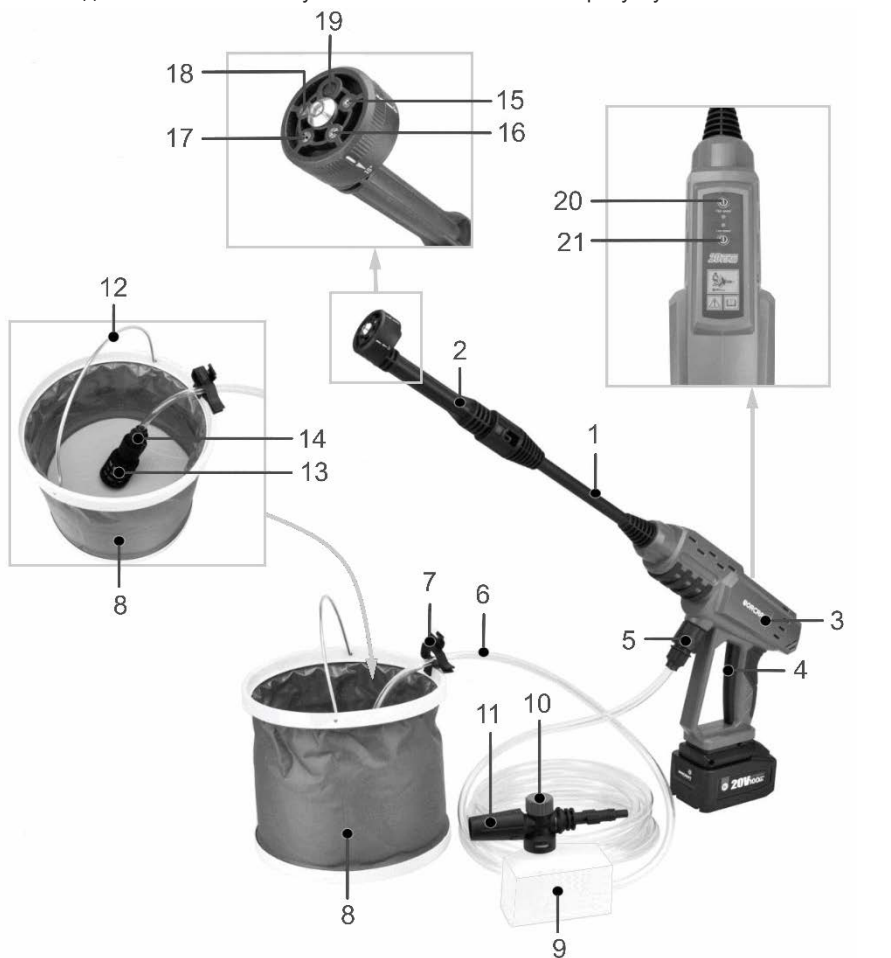

Рисунок 1
Для багатоструменевої насадки (2, рисунок 1) є два способи під'єднання. Перший спосіб полягає в тому, щоб трубку з насадкою монтувати безпосередньо на корпусі (пістолеті) мийки (3, рисунок 1), другий спосіб – на корпус монтувати подовжувальну трубку (1, рисунок 1), а до неї трубку з насадкою. В обох способах для монтажу вирівняйте виступи на подовжувальній трубці (або трубці струменевої насадки) з пазами на пістолеті (подовжувальній трубці) та з осьовим натисканням вставте один в одного і поверніть за годинниковою стрілкою до щільної фіксації.
Для приєднання шланга подачі води до виробу, надіньте з'єднувальну головку швидкознімного конектора (5, рисунок 1) на вхідний штуцер мийки. Характерне «клацання» означає, що конектор надійно зафіксований. Щоб від'єднати шланг, потягніть стопорне кільце конектора у бік шланга, а потім витягніть з'єднувальну головку конектора.
Для заповнення ємності (9, рисунок 1) поверніть її проти годинникової стрілки та від'єдняйте від насадки. Додайте в ємність необхідну кількість підготовленого мийного засобу та встановіть її на насадку. Відрегулюйте потрібну витрату мийного засобу регулятором (10, рисунок 1), а орієнтацію струменя піни – регулятором наконечника насадки (11, рисунок 1).
Щоб увімкнути виріб, натисніть на пускову клавішу (4, рисунок 1). Для вимкнення – достатньо відпустити клавішу. Виріб має два режими потужності:
- «Low speed» з мінімальною потужністю – активується натисканням кнопки (20, рисунок 1);
- «High speed» з максимальною потужністю – активується натисканням кнопки (21, рисунок 1).